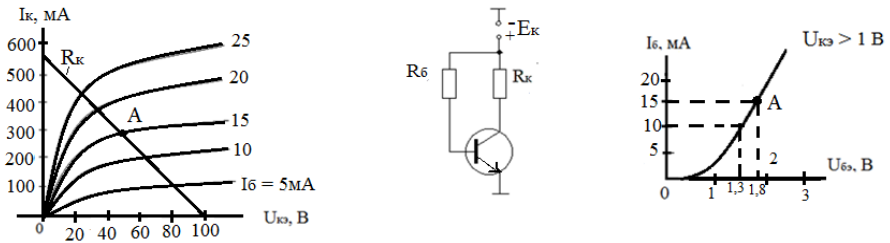

Рис. 2.14
14. Обеспечить положение рабочей точки транзистора (рис. 2.14).